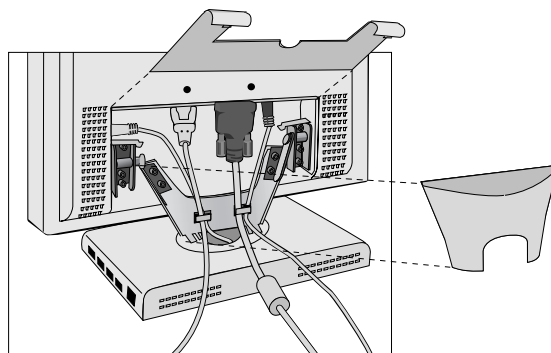

Figura R.1
1. Togliere il coperchio connettore e il coperchio cavo. (**Figura R.1**).